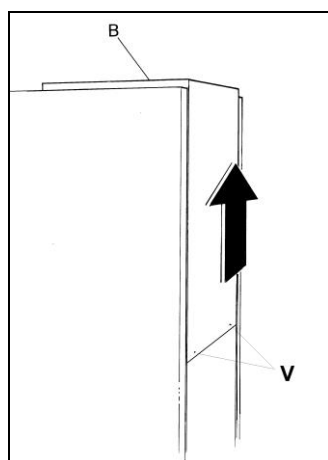

Fig. 13
- Svitare le viti posizionate nella parte inferiore della copertura posteriore B (Fig. 13).
- Rimuovere la copertura posteriore B (Fig. 13) sollevandola verso l'alto.